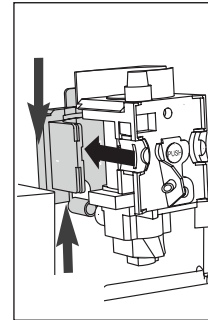

Fig. 42
- Après le nettoyage, replacer le groupe infuseur (A5) en le faisant glisser sur le support interne et la goupille en bas puis appuyer complètement sur le symbole POUSSER jusqu'à ce qu'il soit en place et qu'il émette un clic (Fig. 42).